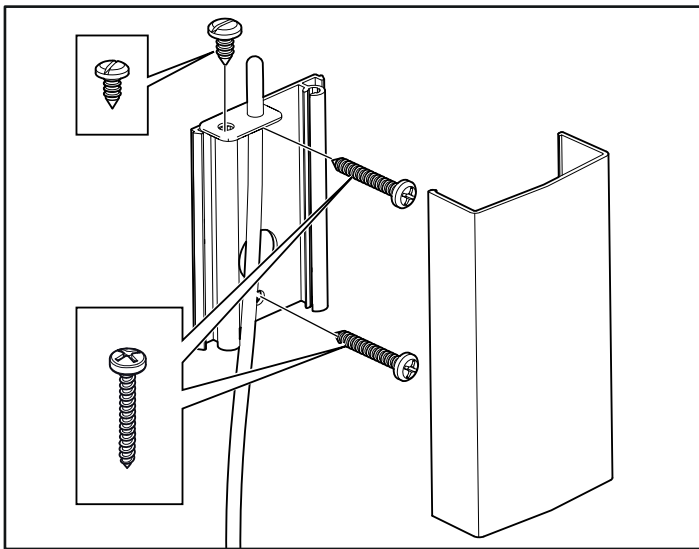
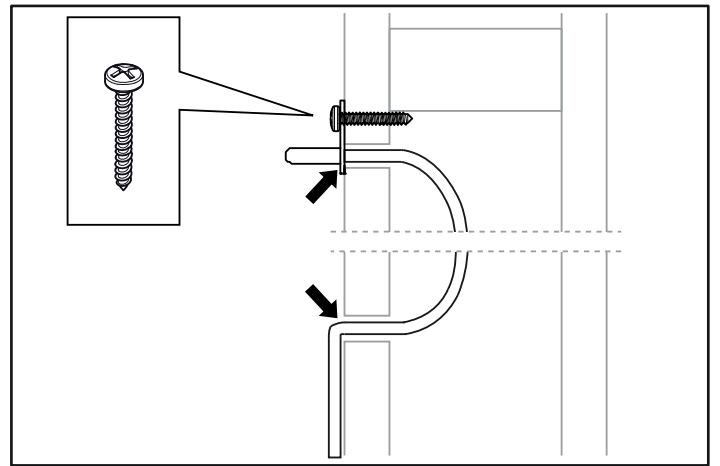

Fig 15: Montering av sensorn
Fig 16: Täta eventuella hål
13. Montera sensorn på väggen se Fig 15. Termistorledningen kan även dras igenom väggen. Täta eventuella hål i väggen bakom sensorn, se Fig 16, sidan 5. Termistorledningen kan förlängas utanför bastun med svagströmsledning (2-ledare).